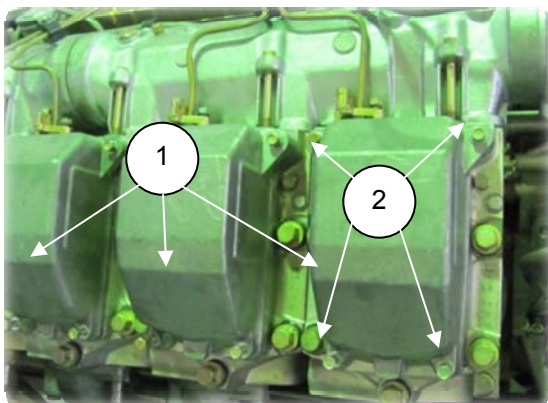

Рис. 6.80
2. Установить крышки (1) (840.1003264) головки цилиндров (рис. 6.80);
3. Собрать болты М8(2) с шайбами, вставить болты в отверстия крышек, завернуть болты на 2-3 нитки от руки (рис. 6.80);